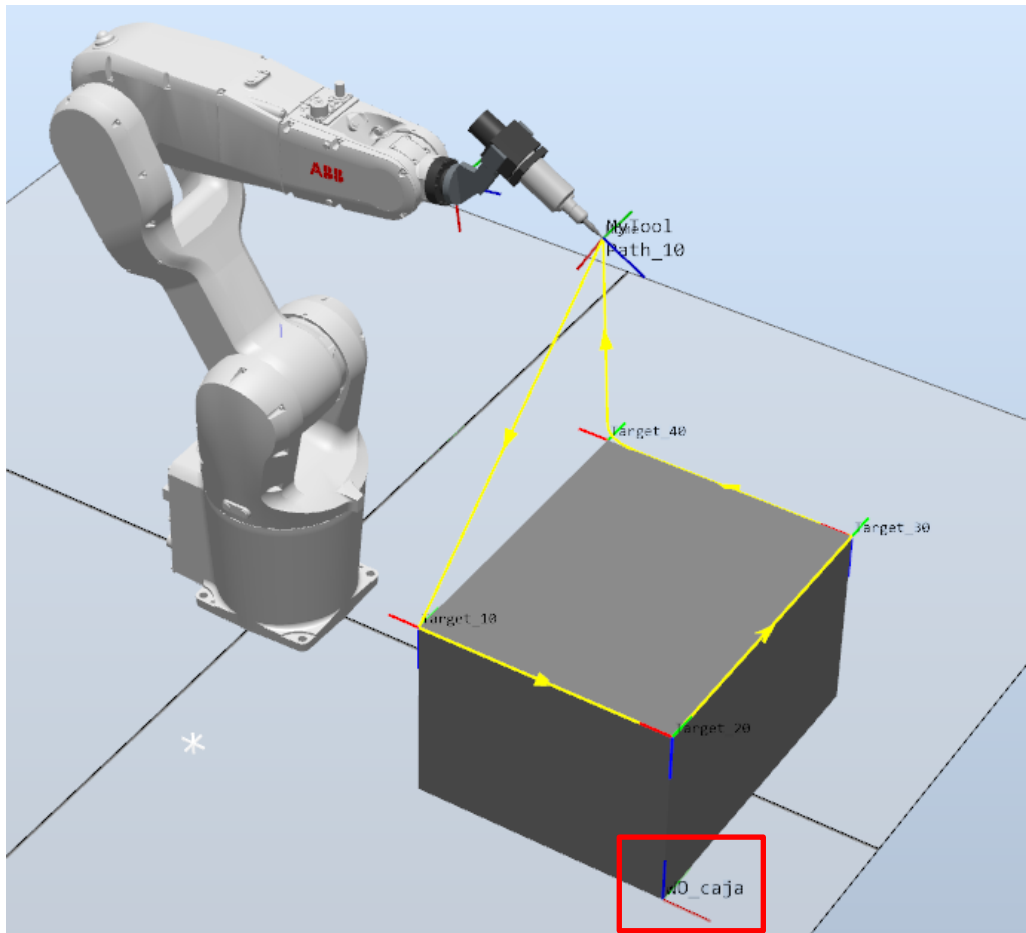

Figura 5. Ejercicio práctico 1. La posición inicial del WO_Caja está marcada en el recuadro rojo
2. Inserta una caja de dimensiones y posición parecidas a las que aparece en la Figura 5